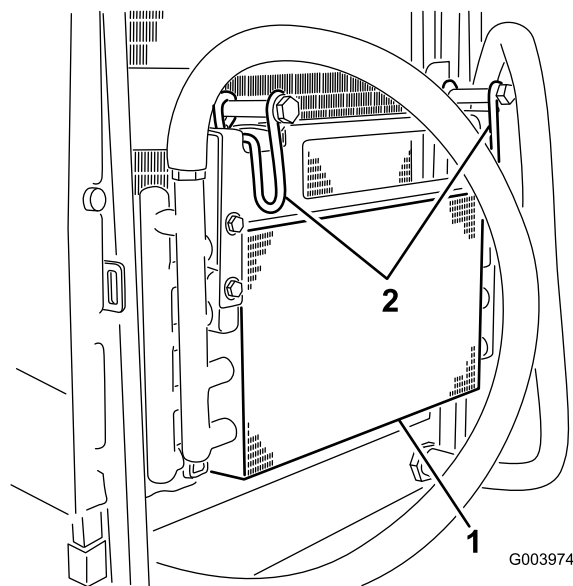

Figura 61
5. Articule os trincos para dentro para libertar o arrefecedor do óleo (Figura 61).